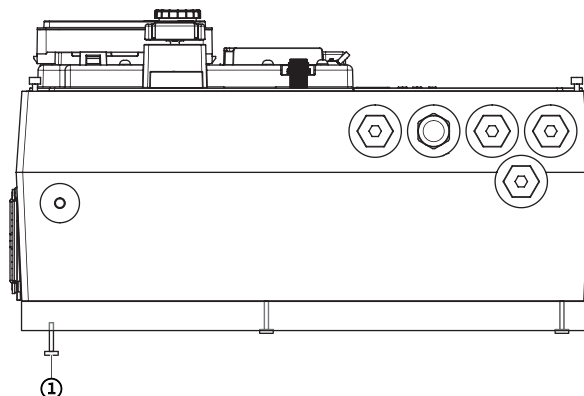

Fig. 115: Vabastage adapterplaat
6. Keerake elektroonikamooduli allosas oleva adapterplaadi poldid lahti (Fig. 115, pos 1).